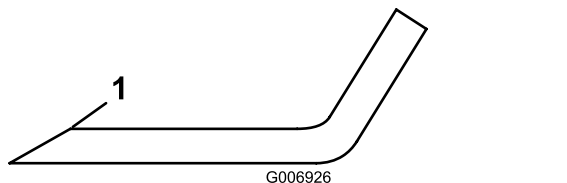

Figura 102
5. Controllate i taglienti di tutte le lame, e affilateli se fossero ottusi o scheggiati. Affilate soltanto la parte superiore del tagliente e mantenete l'angolo di taglio originale per garantire l'affilatezza (Figura 102).
6. Se smussato o scheggiato, affilate soltanto la parte superiore del tagliente e mantenete l'angolo di taglio originale (Figura 102).